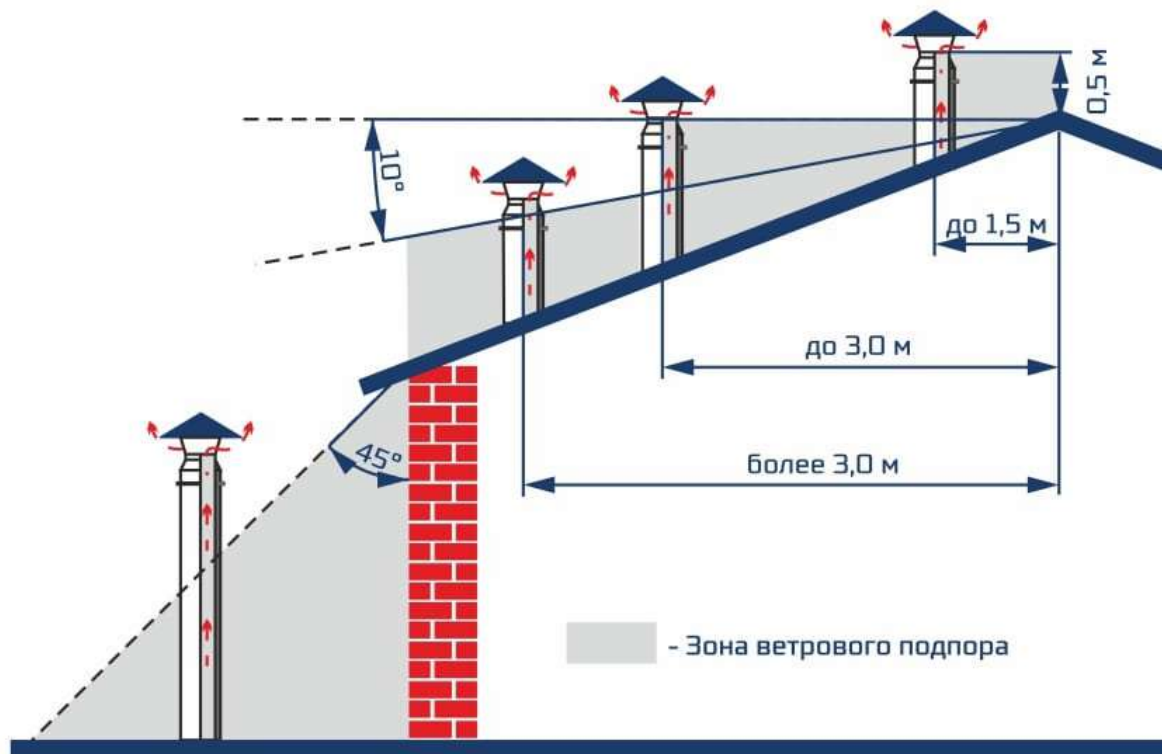

Рисунок 4 - Вылет трубы дымовой трубы в зависимости от конструкции кровли.
8. Для получения нормального режима горения топлива и создания тяги (в случае эксплуатации без Горелки) необходимо иметь прямую дымовую трубу, разряжение за котлом и высоту дымовой трубы в этом случае уточняйте у Производителя или согласно расчета системы отопления. В случае необходимости допускается прокладывать горизонтальные газоходы (борова) длиной не более 1,5 м. Высоту дымовой трубы над крышей (в зависимости от расстояния ее до конька крыши) рекомендуется выполнить как показано на рис. 4.